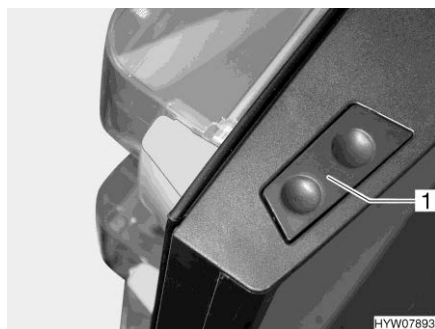

Fig. 258 Tasto di sblocco (porta del frigorifero, serie Dometic 8)
- Apertura:** ■ Premere il tasto di sblocco (Fig. 258,1) e aprire la porta del frigorifero.